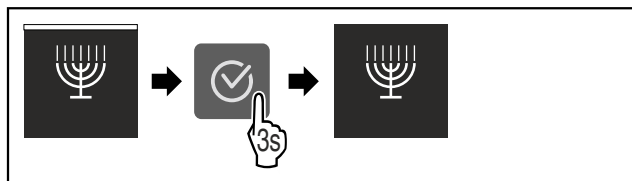

Fig. 14
- ▶ Proved'te kroky postupu (viz Fig. 14).